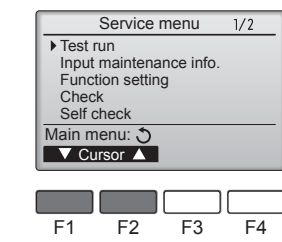

Fig. 7-3
③ Επιλέξτε "Test run" (Εκτέλεση ελέγχου) με το κουμπί [F1] ή [F2] και, στη συνέχεια, πατήστε το κουμπί ☑. (Fig. 7-3)